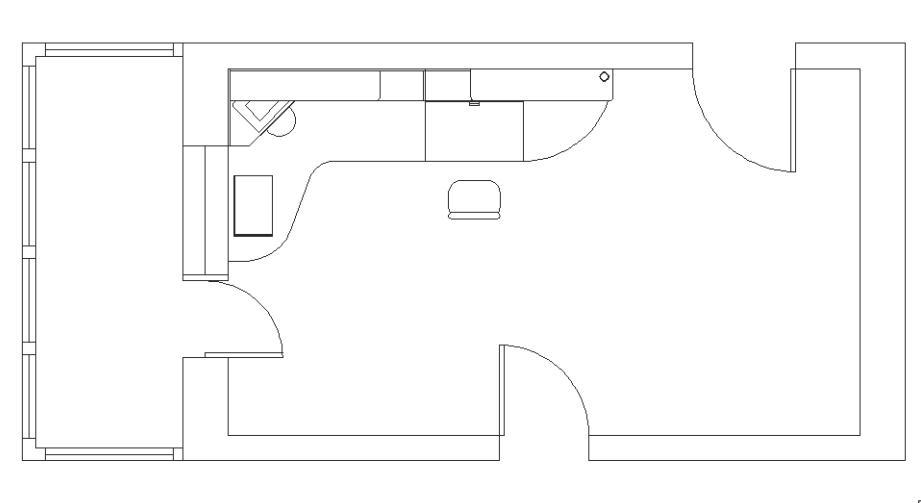

Рис. 12.15 ▼ Главный чертеж после обновления внешней ссылки
4. Состояние внешней ссылки в столбце **Статус** (Status) снова изменится с **Выгрузить** (Needs reloading) на **Загружена** (Loaded). Закройте панель **Внешние ссылки** (External References). Вид главного чертежа будет таким же, как и после обновления внешней ссылки с помощью сообщения (рис. 12.15).